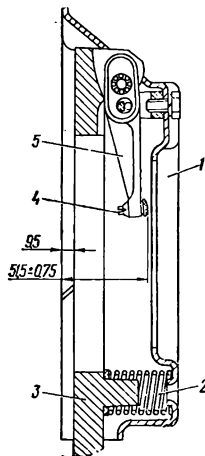

Рис. 54. Положение оттяжных рычагов после регулирования:
2. Осуществляйте регулировку завинчиванием и отвинчиванием регулировочных болтов до получения размера $51,5 \pm \pm 0,75$ мм — расстояние головок болтов от поверхности плиты (рис. 54). Разница в расстоянии от плиты до головок болтов не должна превышать 0,2 мм.